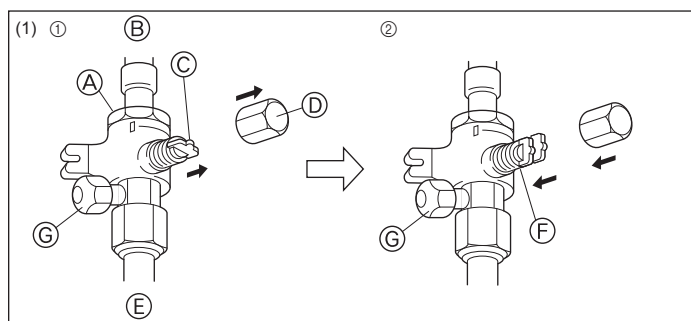

Fig. 4-9
- Убедитесь в том, что запорные краны (A) и (B) закрыты, и не открывайте их.
- Подайте давление в трубопроводы хладагента через служебное отверстие (C) запорного крана жидкости (A) и запорного крана газа (B).
- Если на этапах (2) или (3) наблюдается снижение давления, происходит утечка газа. Найдите источник утечки газа.
- Страна с газом (Fig. 4-9)